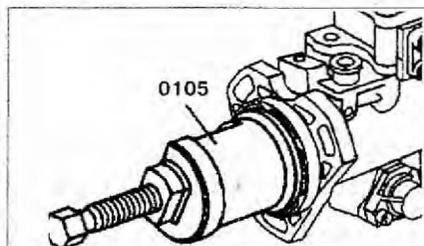

Рис. 2.76. Используя съемник, снимите диск.
- используя съемник, снимите диск (рис. 2.76).